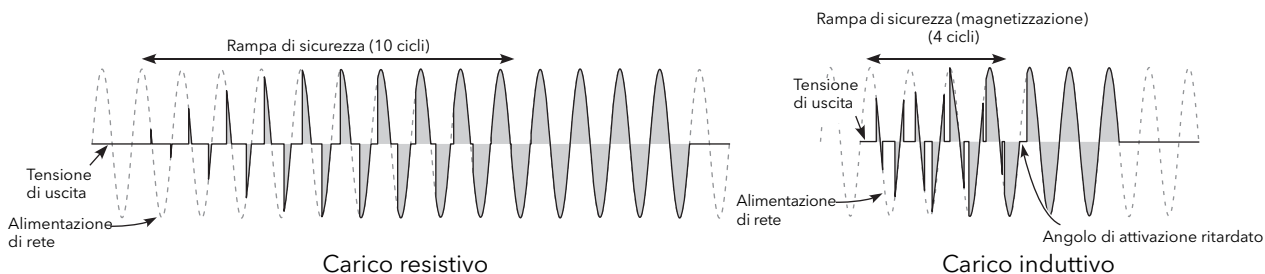

Figura 89 Esempi di rampa di sicurezza (accensione a treno di impulsi)
**Safety Ramp (Rampa di sicurezza)** Visualizza la durata della rampa di sicurezza, in cicli di tensione di alimentazione (da 0 a 255), da applicare all'accensione. La rampa è una rampa ad angolo di fase da zero all'angolo di fase target richiesto o, nel caso dell'accensione a treno di impulsi, da 0 a 100%; vedere Figura 89.